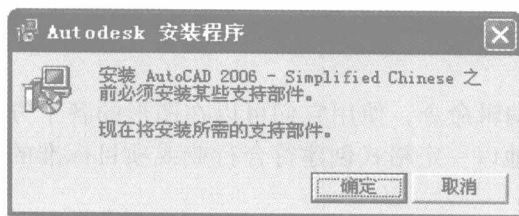

图 1-2 “Autodesk 安装程序”对话框
1) 将 AutoCAD 光盘插入计算机的 CD-ROM 驱动器中,在打开的资源管理器中,双击安装程序文件 setup.exe。弹出对话框,如图 1-2 所示,提示在安装 AutoCAD 之前,需安装支持部件。